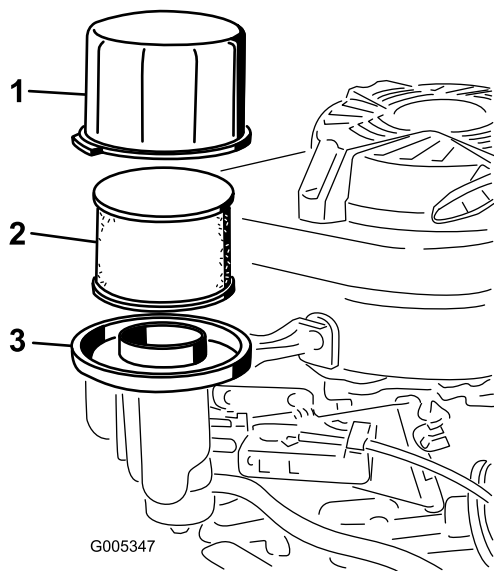

图21
3. 拆下护罩并彻底清洁 图21。
4. 从空气滤清器底壳卸下泡沫预滤清器和纸质空气滤清器 图21